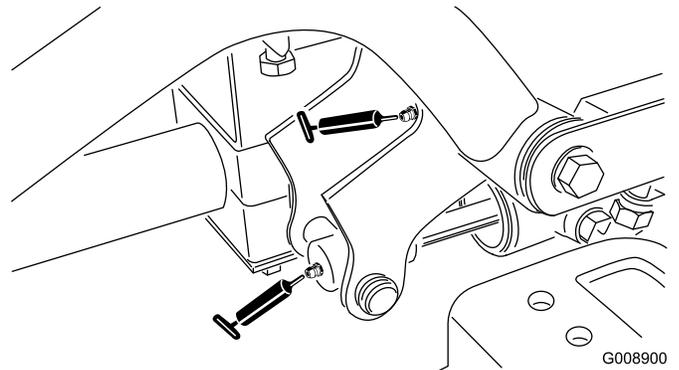

Bild 35
- Rechte vordere Hubarm-Drehbüchsen und Hubzylinder (2) (Bild 35)